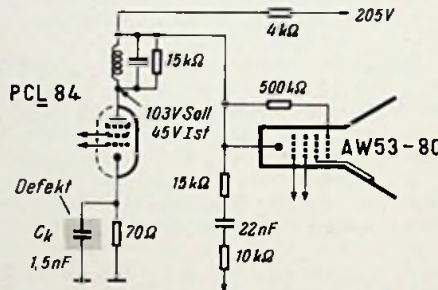

Bild 3. Infolge des schadhafte Katodenkondensators  $C_k$  änderten sich Helligkeit und Bildqualität
Um dem Fehler aber auf die Spur zu kommen, wurde nun versucht, diesen gewaltsam herbeizuführen. Dies gelang auch nach einigen Versuchen dadurch, daß der Katodenwiderstand der (P)C(L) 84 kurzgeschlossen wurde (Bild 3); es traten dann genau die gleichen Erscheinungen auf. Somit konnte es sich also nur um einen zeitweiligen Durchschlag des Kondensators von 1,5 nF handeln, der zudem nur für eine Prüfspannung von 125 V ausgelegt war. Der Kondensator wurde erneuert und das Gerät mit Vorbehalt dem Kunden wieder ausgeliefert. Der alte Kondensator wurde nun des Interesses wegen ständig unter Spannung gehalten und beobachtet und tatsächlich zeigte er nach etwa drei Tagen plötzlich totalen Schluß! Eine geringe Bewegung an seinen Anschlüssen genügte jedoch, um diesen wieder zum Verschwinden zu bringen. Es gelang auch nicht mehr, einen erneuten Durchschlag herbeizuführen.